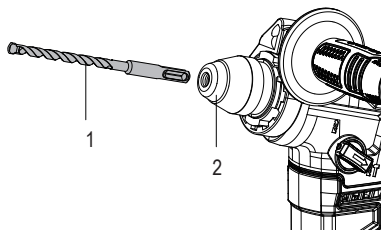

Fig.6
Esta herramienta utiliza exclusivamente brocas de estilo SDS-Plus (1). Para instalarla, inserte la broca SDS-Plus (1) en el portabrocas (2) hasta que encaje. Compruebe que la broca (1) está bien sujeta intentando sacarla directamente del portabrocas (2). Para desmontarla, tire del collarín del portabrocas (2) hacia el cuerpo de la herramienta y extraiga la broca (1) (Fig.6).